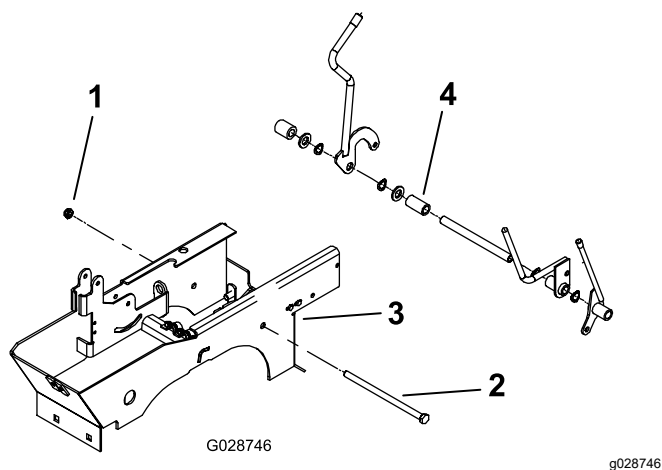

Рисунок 7
6. Снимите гайку и болт, которые крепят рычаги пульта к опорному кронштейну рычага (Рисунок 7), и снимите узел рычага пульта с опорного кронштейна рычага.
7. Снимите проставку (Рисунок 7) с узла и установите новый рычаг механизма отбора мощности на штатное место на шарнирной трубе.